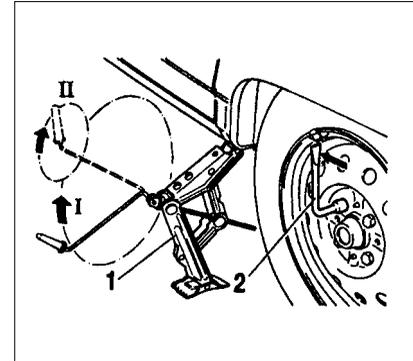

Рис. 41. Подъем автомобиля
– ослабьте на один оборот комбинированным ключом 2 (рис. 41) болты крепления заменяемого колеса;